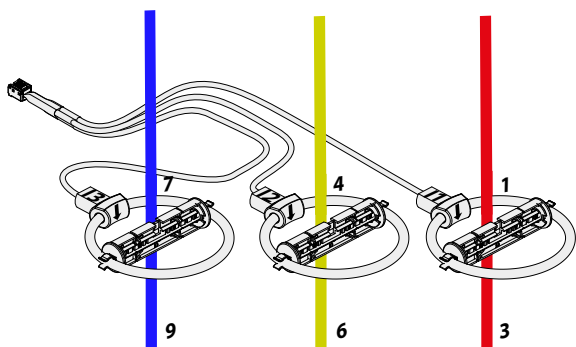

Fig.1
come indicato in Fig.1
as shown in Fig.1
comme indiqué sur la Fig.1
1.3 4.6 7.9, wie in Fig.1
como se muestra en la Fig.1